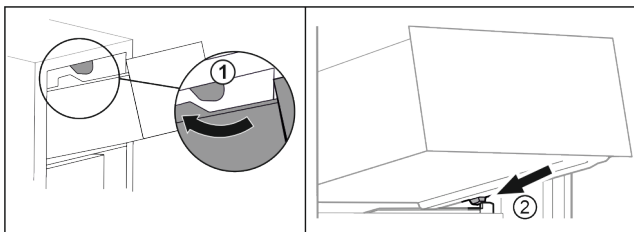

Fig. 65
- ▶ Lirka utdragslåda kring de övre stoppklackarna. Fig. 65 (1)
- ▶ Sätt utdragslåda i vinkel på behållarens galler bakom de nedre stoppklackarna. Fig. 65 (2)